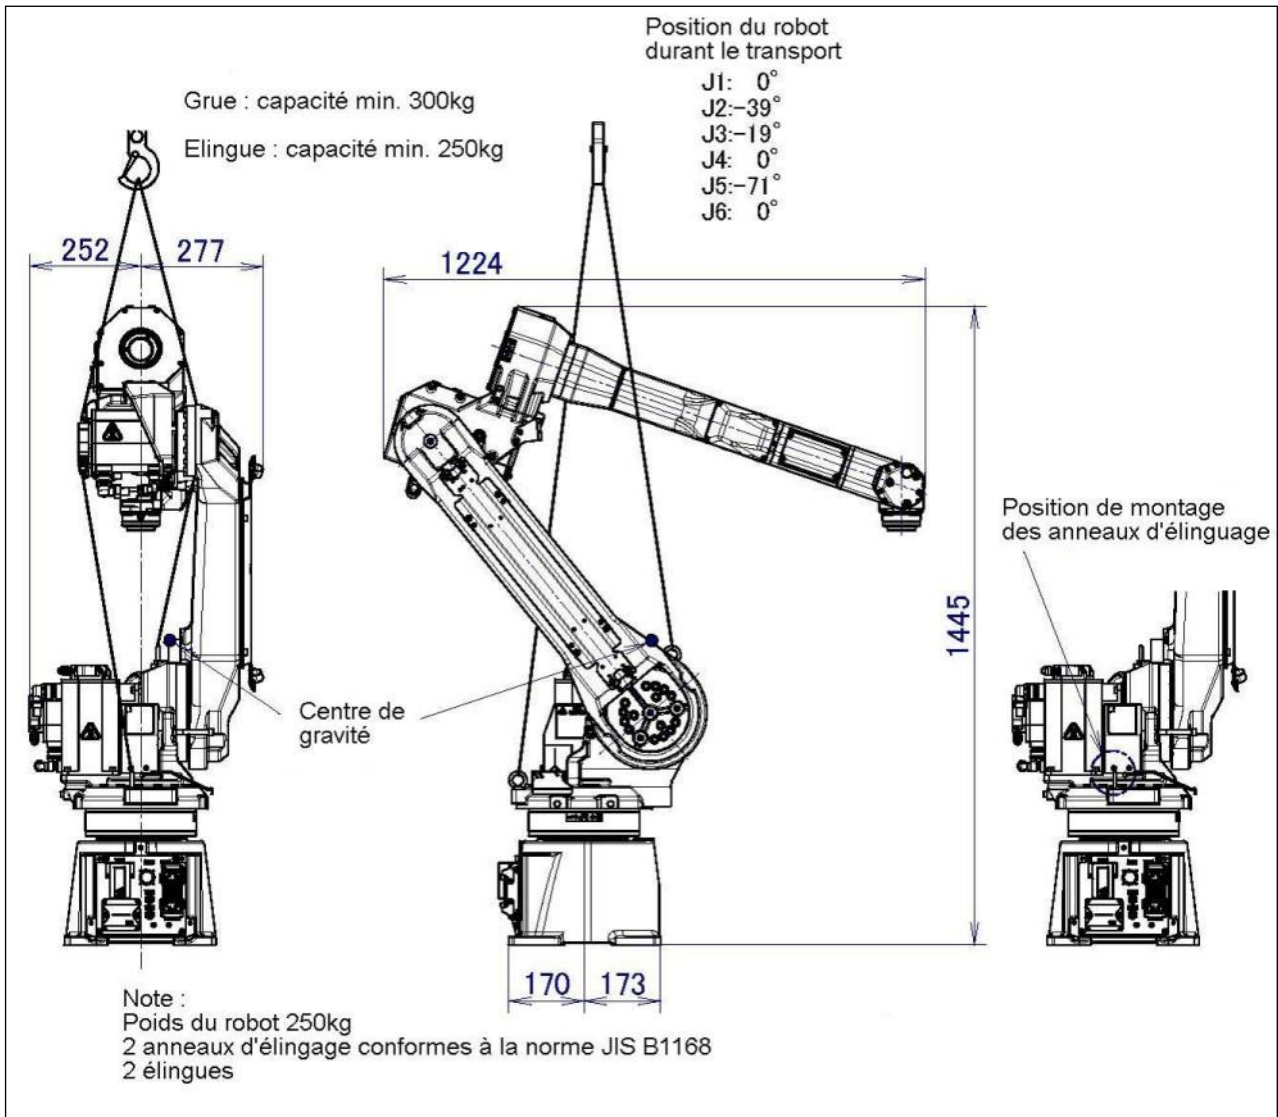

Fig. 1.2 (b) Transport avec une grue (ARC Mate 120iC/10L/12L, M-20iA/10L,12L)
2. Transport avec un chariot élévateur (Fig. 1.2 (c) et (d))